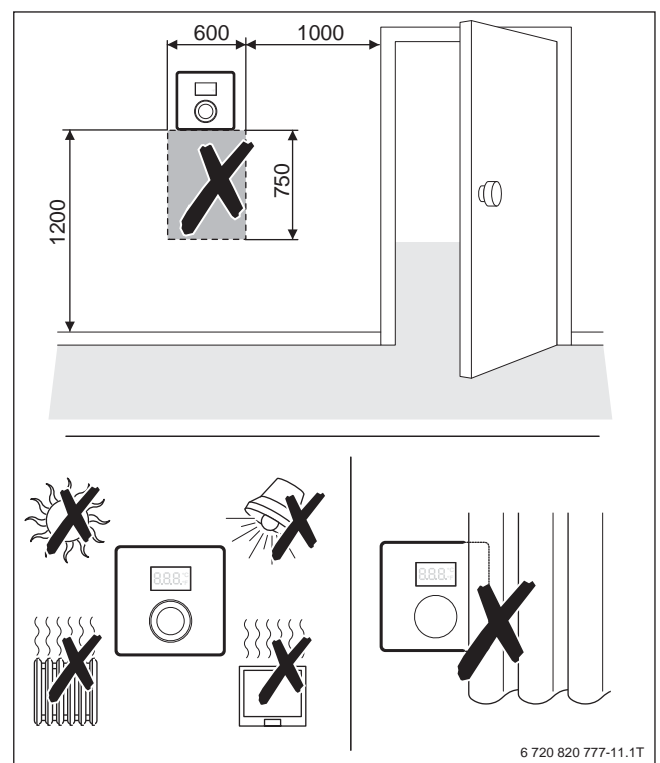

Bild 107 Position der Fernbedienung RC100 im Referenzraum (Maße in mm)
- Fernbedienung für die raumtemperaturgeführte Regelung im Referenzraum installieren (→ Bild 107).